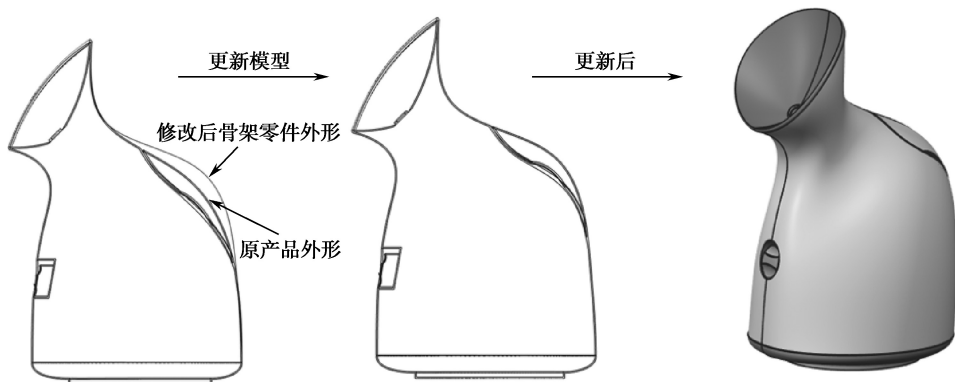

图 8-74 装配体零件更新
(2) 激活总装配文件“蒸脸器.asm”，单击【操作】→【重新生成】按钮，或者在模型树中选择所有待更新的零件，右击在弹出的菜单中选择【重新生成】命令，则所有相关联零件的外形将跟随骨架模型的修改而更新，过程如图 8-74 所示。